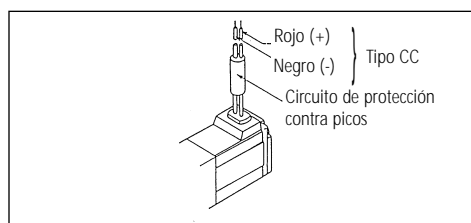

Figura 5
**Conector con salida directa (Figura 5)**